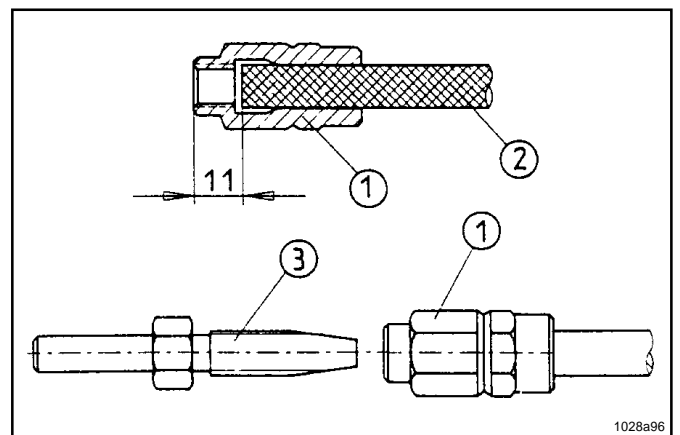

Fig. 36: Montering av slangestuss og skruhylse på slange
- Skruhylse, pos1 Fig. 36, skrues moturs på slangen 2 til det tar i mot. Skru deretter to omdreininger tilbake. Dette gir ca avstand 11 mm . Monter deretter slangestuss 3 i skruhylse 1.